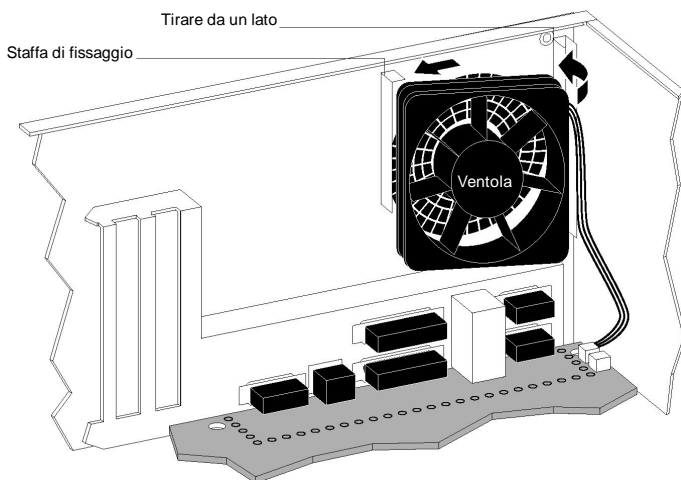

Figura 4-23 Rimozione della ventola
1. **Allineare un lato della ventola alla staffa del pannello posteriore del ColorPASS/PS-ZX e spingere la ventola nelle mollette della staffa (vedere Figura 4-23 a pag. 4-34).**